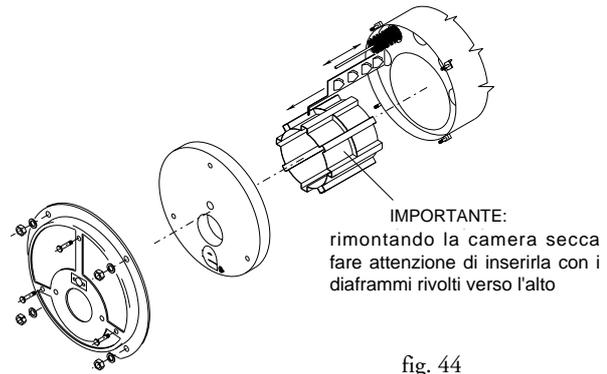

fig. 44
- a pulizia avvenuta, avere cura di rimettere a posto tutte le parti smontate nella sequenza indicata in fig. 44, controllando la buona tenuta della portina.